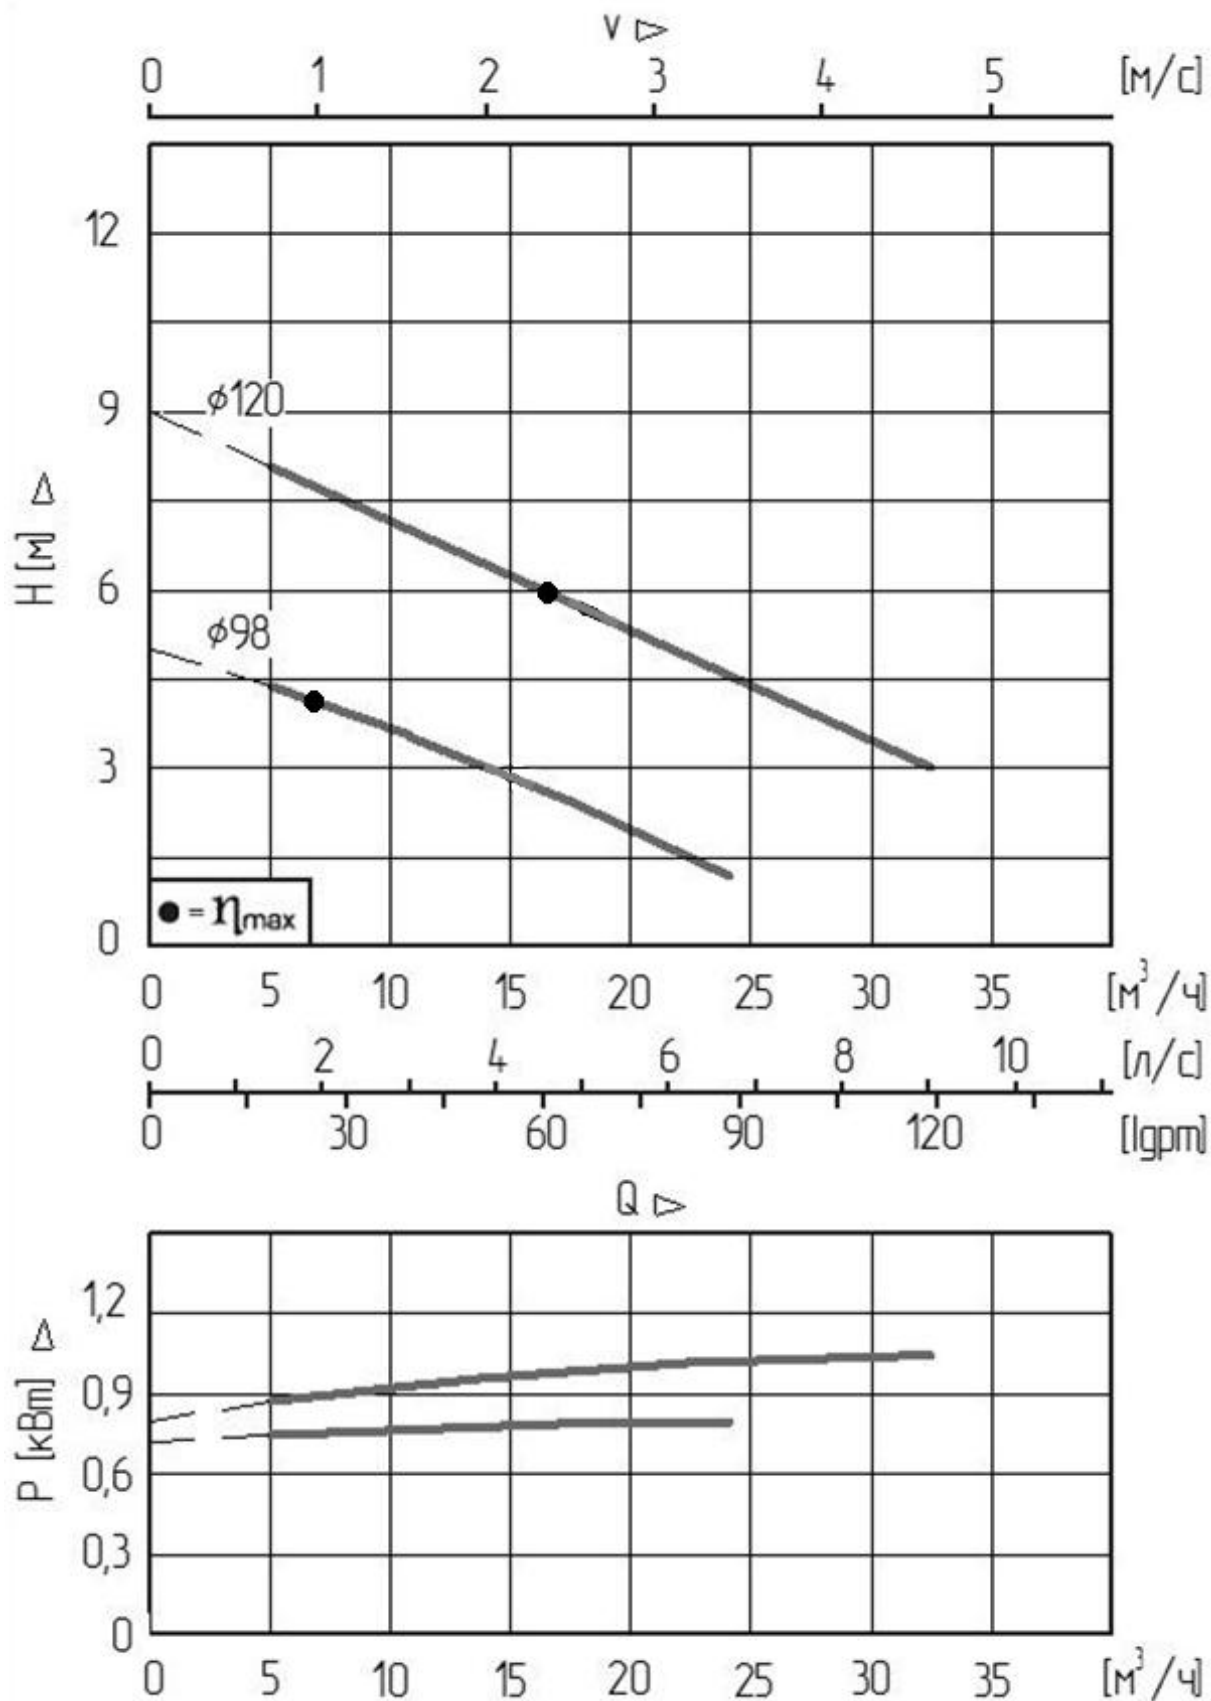

Рис. 1 Рабочие характеристики насоса «Иртыш»:
2.4. Рабочие характеристики насосов (рис.1 – 18)